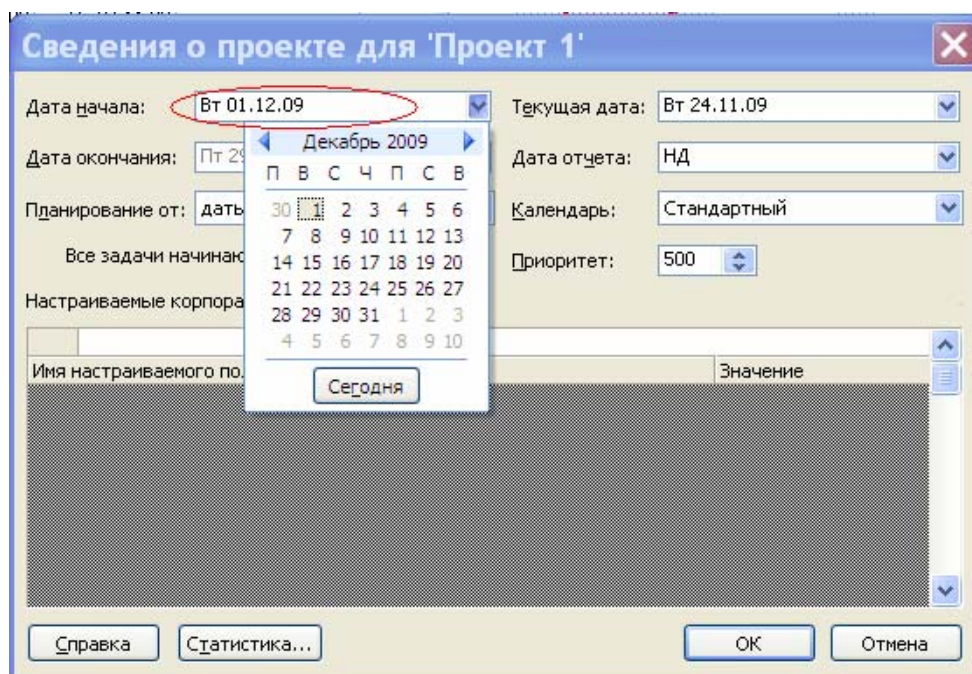

Рис.1. Установка даты начала проекта
3. Установить дату начала проекта: меню Проект ⇒ Сведения о проекте. В открывшемся окне (рис.1) в поле Дата начала открыть календарь и задать дату начала проекта (реальную дату, не раньше того дня, когда вы будете выполнять это задание).